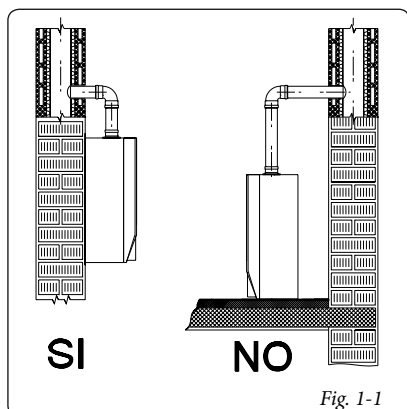

Fig. 1-1
- Norme di installazione: queste caldaie non sono state assolutamente progettate per installazioni su basamenti o pavimenti (Fig. 1-1), ma per installazioni a parete. La parete deve essere liscia, priva cioè di sporgenze o di rientranze tali da consentire l'accesso dalla parte posteriore. L'installazione della caldaia sulla parete deve garantire un sostegno stabile ed efficace al generatore stesso. *I tasselli (forniti di serie) nel caso sia presente una staffa di sostegno o d'impalcatura a corredo della caldaia vanno utilizzati esclusivamente per fissare la medesima alla parete;* possono assicurare un adeguato sostegno solo se inseriti correttamente (secondo le regole della buona tecnica) in pareti costruite con mattoni pieni o semipieni. In caso di pareti realizzate con mattoni o blocchi forati, tramezzi di limitata staticità, o comunque di murature diverse da quelle indicate, è necessario procedere ad una verifica statica preliminare del sistema di supporto. Le caldaie devono essere installate in modo tale da evitare urti o manomissioni.